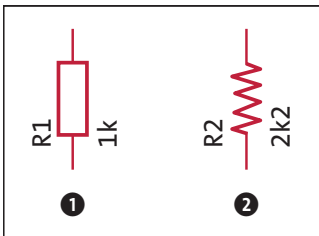

Abbildung 3.1 Schaltbild für den Widerstand
Abbildung 3.1 zeigt das Schaltbild für den Widerstand. Die linke Darstellung ❶ entspricht der EU-Norm und bezeichnet einen Widerstand R1 mit einem Wert von 1 k $\Omega$  (kOhm). Die rechte Darstellung ❷ entspricht der US-Norm und bezeichnet einen Widerstand R2 mit einem Widerstandswert von 2,2 k $\Omega$ . Ich zeige hier beide Normen, da beispielsweise im weitverbreiteten CAD-Programm *Fritzing*, das ich Ihnen in Abschnitt 3.7.1 vorstelle, die US-Symbole verwendet werden.